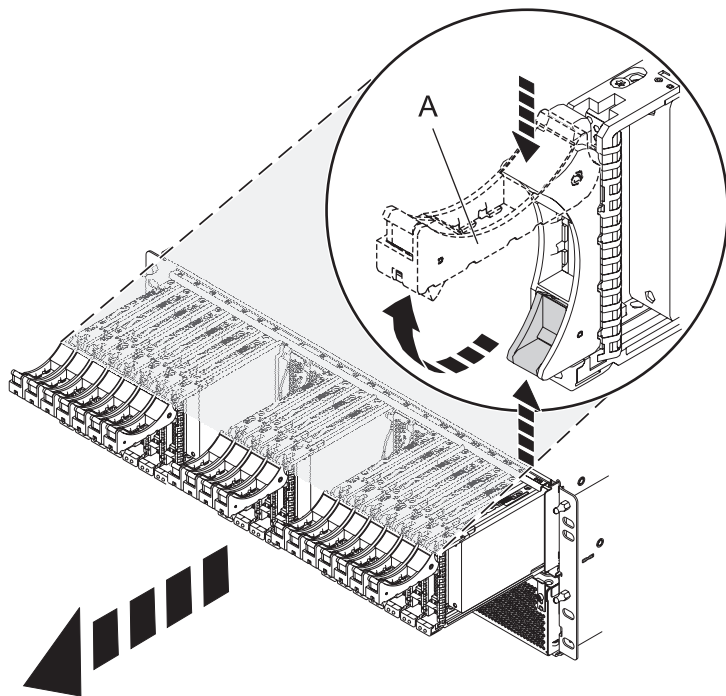

Figura 81. Extracció de les unitats de la placa posterior
4. Traieu les unitats i els panells de rebliment tal com es mostra a la Figura 81 a la pàgina 124.
- a. Feu pressió sobre el pestell de la unitat i tibeu de la nansa (A) cap a vosaltres per alliberar la unitat.